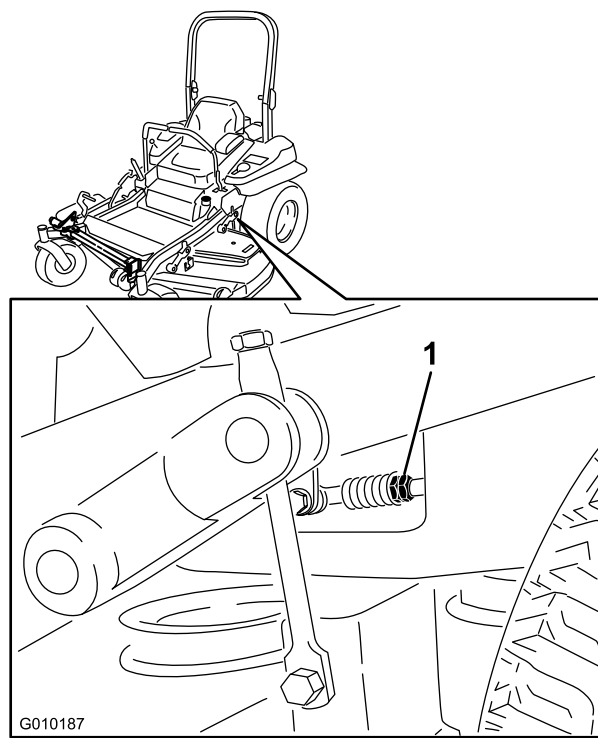

Figura 81
9. Ajuste la longitud de las varillas de control de las bombas girando las tuercas dobles de la varilla en el sentido apropiado, hasta que las ruedas se muevan ligeramente en marcha atrás (Figura 81).